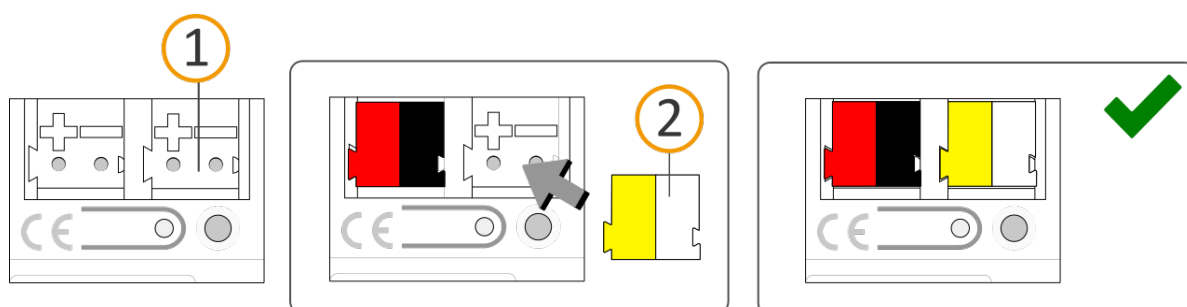

Abbildung 17: Spannungsversorgung anschließen
3. Verbinden Sie die externe Spannungsversorgung mit dem Spannungsversorgungsanschluss (siehe Abbildung 17, Pos. 1) mittels beigefügter Spannungsanschlussklemme (siehe Abbildung 17, Pos. 2). Polung: links/gelb: „+“, rechts/weiß: „-“.
- a. Stecken Sie die Spannungsanschlussklemme (siehe Abbildung 17, Pos. 2) auf.